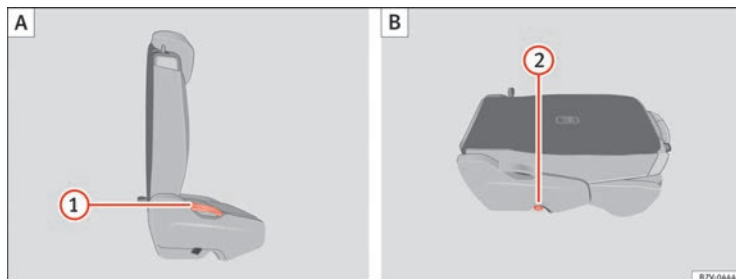
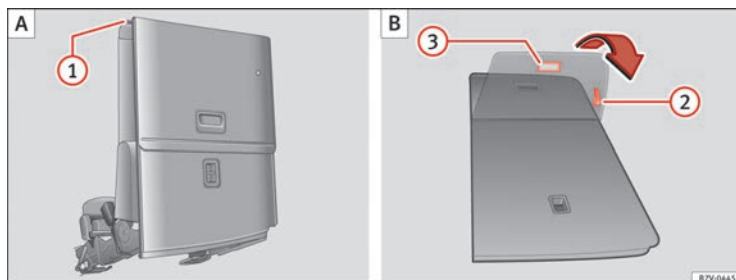

Abb. 89 Zweite Sitzreihe: Rücksitz vorklappen (A), Rücksitz in Ladebodenposition (B).
Abb. 90 Dritte Sitzreihe: Rücksitz in Ladebodenposition klappen (A) und zurückklappen (B).
- Entfernen Sie Gegenstände aus dem Fußraum vor und hinter dem Rücksitz ⇒ ①.
- Hebel ⇒ Abb. 89 ① nach oben ziehen und Rücksitzlehne nach vorn klappen. Der komplette Rücksitz klappt nach vorn ⇒ △.
- Die nach vorn geklappte Rücksitzlehne herunterdrücken, bis die Rücksitzlehne in der Ladebodenposition eingerastet ist ⑥.
- Gegebenenfalls Hebel ⇒ Abb. 90 ② ziehen, um den Rücksitz in Längsrichtung in die gewünschte Position zu verschieben.
- Hebel ⇒ Abb. 89 ① nach oben ziehen und Rücksitzlehne nach oben in die aufrechte Position klappen. Der komplette Rücksitz klappt nach hinten.
- Schlaufe ⇒ Abb. 90 ② ziehen, um die Sitzabdeckung zurückzuklappen.
- Griff ③ ziehen. Der komplette Rücksitz klappt nach hinten.